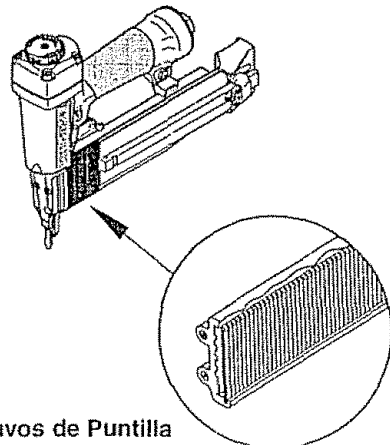

Figura 2
- Presione el pestillo (Fig. 5, No. 64) y deslice la cubierta del depósito (Fig. 5, No. 66) hacia atrás (vea la Figura 2). Inserte los sujetadores en el depósito. Colóquelos en la parte inferior del depósito con las cabezas hacia la parte superior de la herramienta.